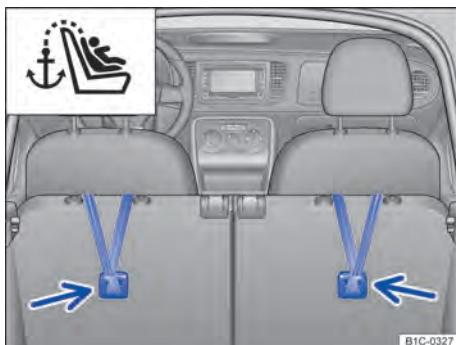

Fig. 73 Cintos de fixação superiores encaixados no compartimento de bagagem.
- Enganchar o cinto de fixação superior no compartimento de bagagem, no respectivo olhal de retenção \Rightarrow **Fig. 73**.